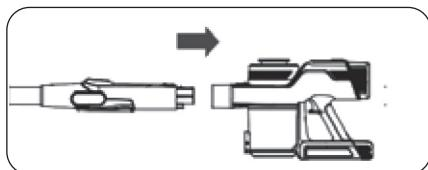

Figura 1
- Împingeți capătul tubului de aluminiu orizontal în orificiul de vid al aparatului pentru a vă asigura că este compact și nu este slăbit și că instalarea are succes după ce se audă zgromotul. (figura 1)